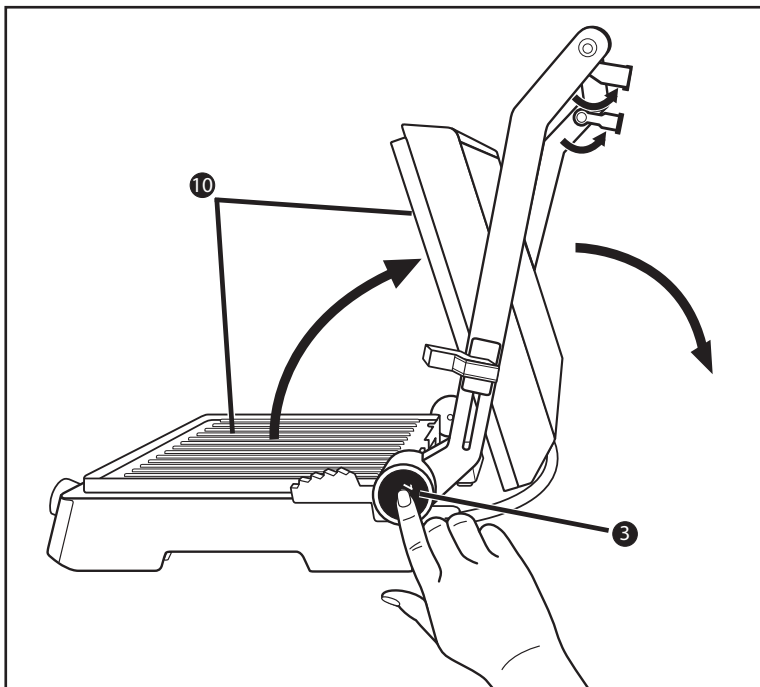

Bild 1
- 1) Fäll ut de båda stödfötterna **1** (bild 1).
- 2) Tryck på öppna-knappen **3** (bild 1) och öppna locket så mycket, att båda värmeplattorna **10** kan användas som bordsgrill.